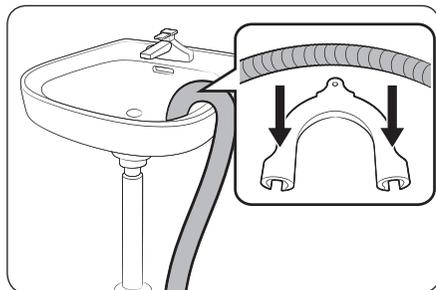

Fig.7
- Accrochez le connecteur en U sur le côté ou le tuyau vertical (Fig 7.)